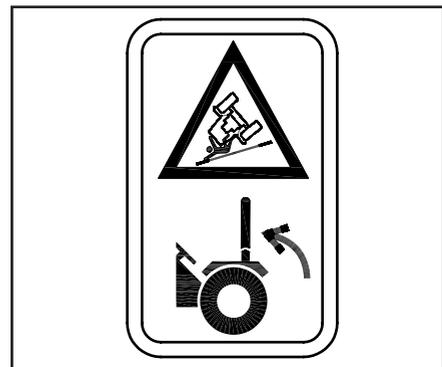

Abb. 2.26.4
29.5 580A1605 (Abb.2.26.4)**Kippgefahr**